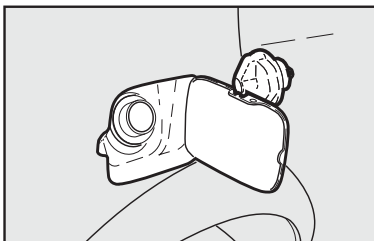

fig. 155
- Após a retirada da tampa, encaixe-a no suporte existente na portinhola **fig. 155**.